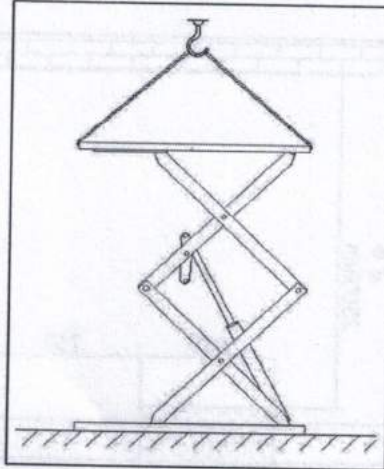

Figura 17
- Use o garfo ou outros equipamentos de içamento para levantar a plataforma (Figura 17) e certifique-se de que o equipamento de segurança da máquina esteja ligado e travado